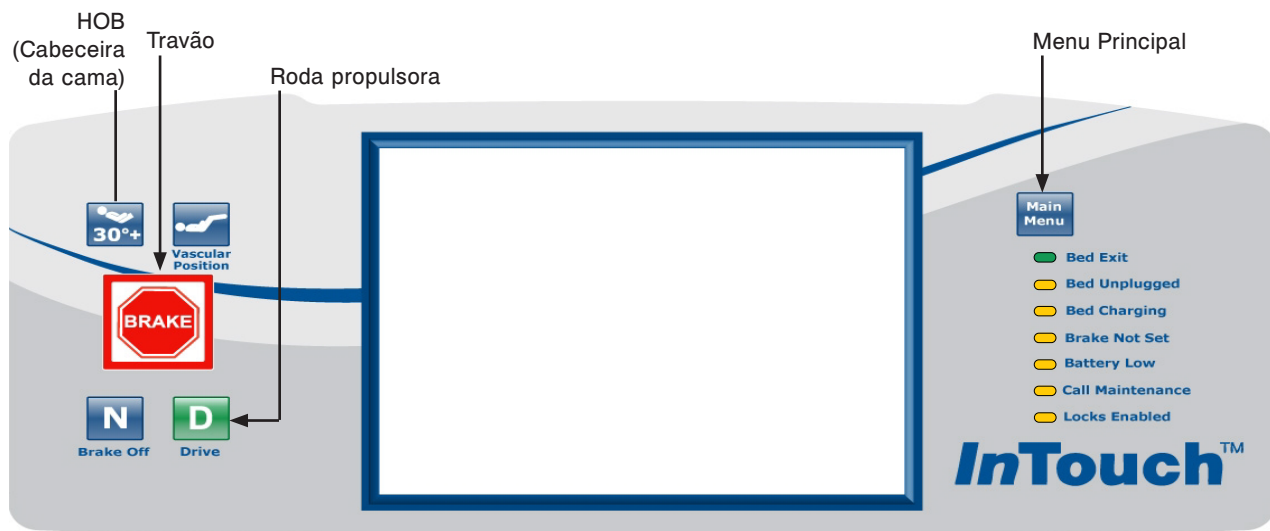

Figura 1: Painel de comando da protecção dos pés
2. Prima e mantenha premido o botão Main Menu (Menu Principal) situado no canto superior direito do painel de comando da protecção dos pés (ver Figura 1 abaixo). Continue a premir o botão Main Menu (Menu Principal) enquanto executa os passos 3 a 5.